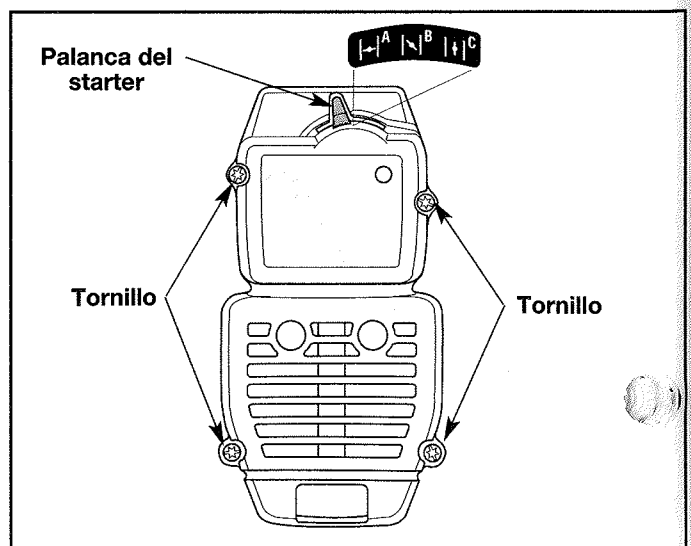

Fig. 23
1. Coloque la palanca del starter en posición intermedia (B).
**NOTA:** La palanca del starter debe estar en posición intermedia (B) (Fig. 23) para que se pueda retirar el cárter del filtro de aire/tubo de escape.
2. Retire los cuatro tornillos que sujetan el cárter del filtro de aire/tubo de escape (Fig. 23). Para ello, utilice un destornillador de hoja plana o con cabeza Torx N° T20.
**NOTA:** La palanca del starter debe estar en posición intermedia (B) (Fig. 23) para que se pueda reinstalar el cárter del filtro de aire/tubo de escape.
2. Inserte los cuatro tornillos en los orificios del cárter del filtro de aire/tubo de escape (Fig. 23) y ajústelos. Para ello, utilice un destornillador de hoja plana o con cabeza Torx N° T20. No los ajuste demasiado ni los fuerce.